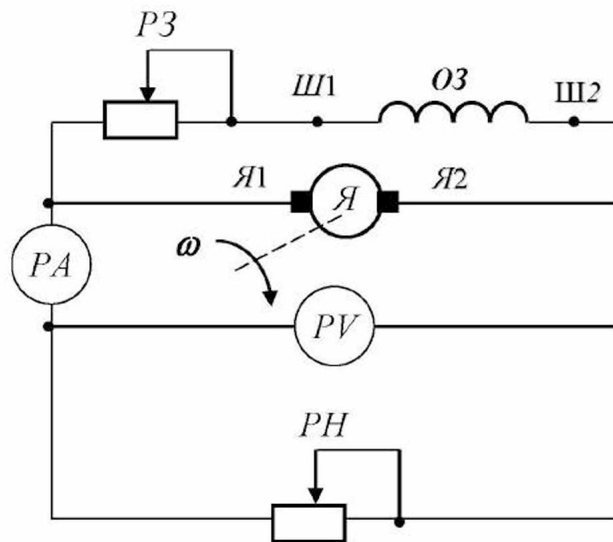

Рис.6.6
Відповідно до викладеного вище, складаємо принципову електричну схему керування генератором (рис.6.6).
- На даній схемі (рис.6.6) приведені наступні позначення: